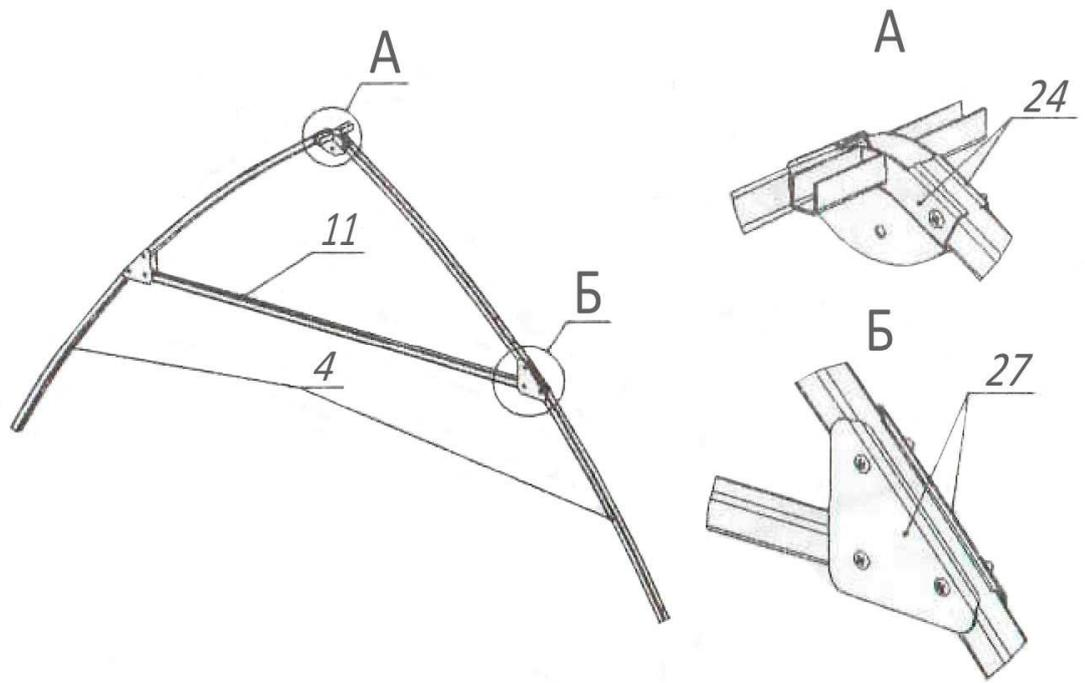

Рис. 5
6.5 Соберите верхние промежуточные арки (рис. 5) для 2-х метровой теплицы – 2шт., для 4-х метровой – 4шт., для 6-ти метровой – 6шт., для 8-ми метровой – 8шт. и т.д.